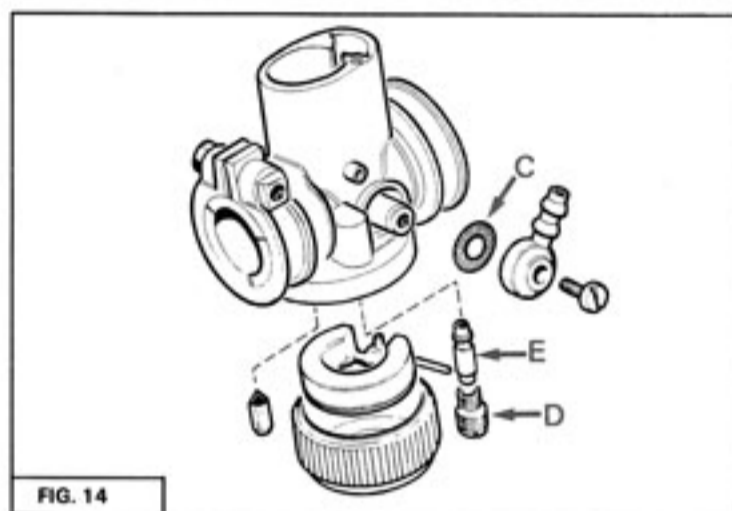

FIG. 14
- Nettoyer le tamis du filtre à essence du carburateur C Fig. 14.
- Nettoyer le gicleur D Fig. 14 et le diffuseur E Fig. 14 (ne pas utiliser d'objet métallique).